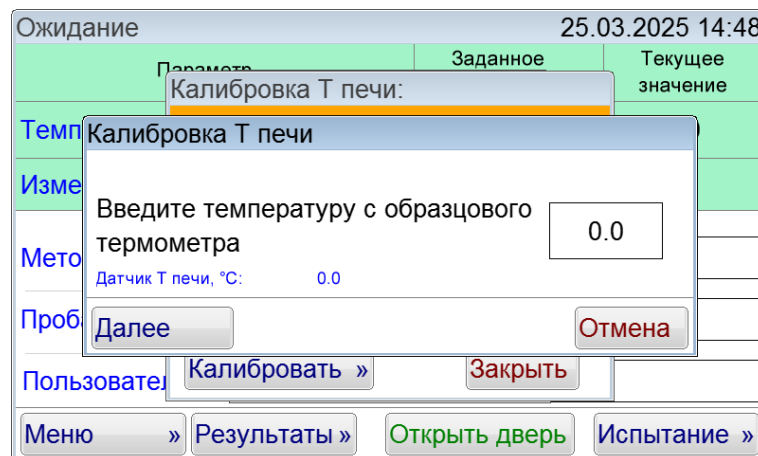

Рисунок 44 – Окно «Калибровка Т печи». Шаг первый
5.9.7 Нажать кнопку [Калибровать]. Откроется окно «Калибровка Т печи» для ввода первого значения температуры (см. рисунок 44).